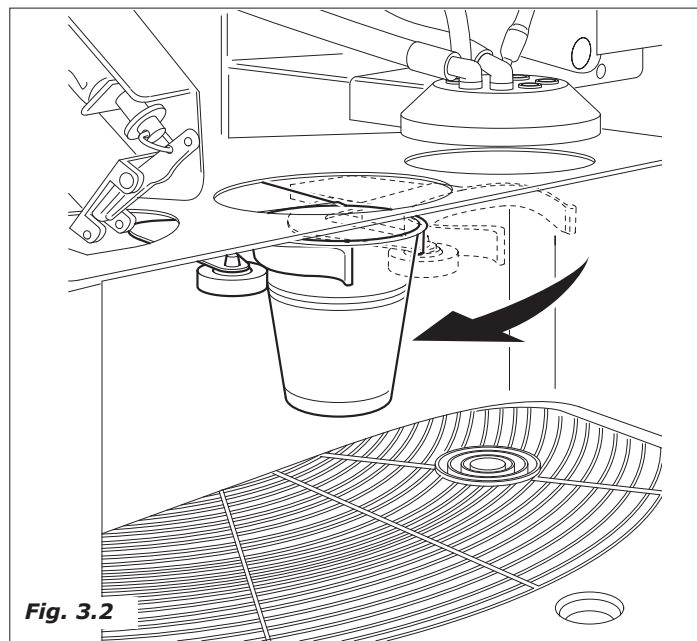

Fig. 3.2
- Le translateur de gobelets se déplace de la position repos/distribution à la station "cup dispenser" (Fig. 3.2).